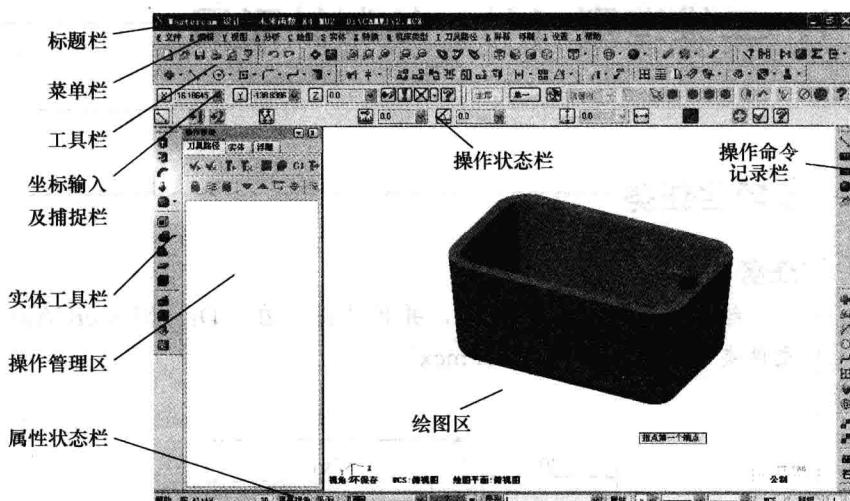

图 1.2 MasterCAM X4 用户操作界面
双击桌面 MasterCAM X4 图标，打开软件界面，如图 1.2 所示；或通过“开始”→“程序”→“MasterCAM X4”的方式启动软件，进入操作界面。
② 坐标输入及捕捉栏。如图 1.2 所示工具栏第三行是坐标输入及捕捉栏，用于坐标输入及绘图捕捉。
③ 实体工具栏。位于操作界面左侧，是实体操作的各种快捷命令。
(4) 操作状态栏